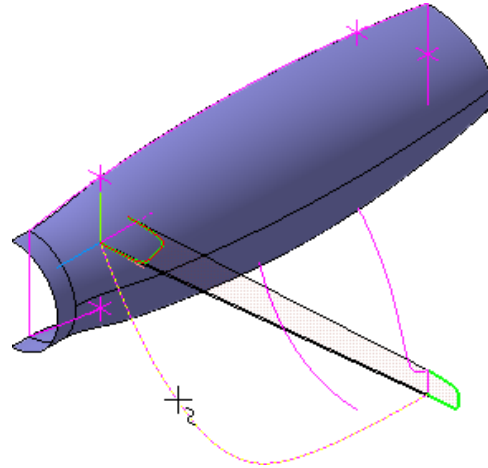

Рисунок 26.
- Укажите осевую линию: либо Эскиз:8 в Дереве модели, либо кривую в окне модели (рис. 26).